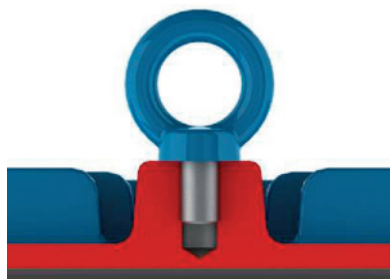
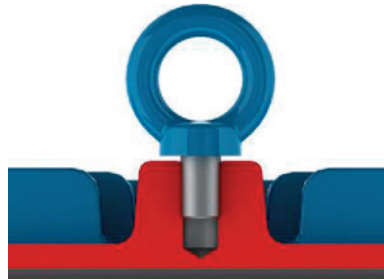

Figura 4 - Maneira correta de fixação do olhal de içamento
Figura 5 - Maneira incorreta de fixação do olhal de içamento
Antes de iniciar qualquer processo de içamento, certificar-se que os olhais estejam adequadamente fixos, totalmente parafusados e com sua base em contato com a superfície a ser içada, conforme Figura 4 (a Figura 5 exemplifica o uso incorreto).
1. Certificar-se que os olhais estão adequadamente fixos (ver Figura 4);